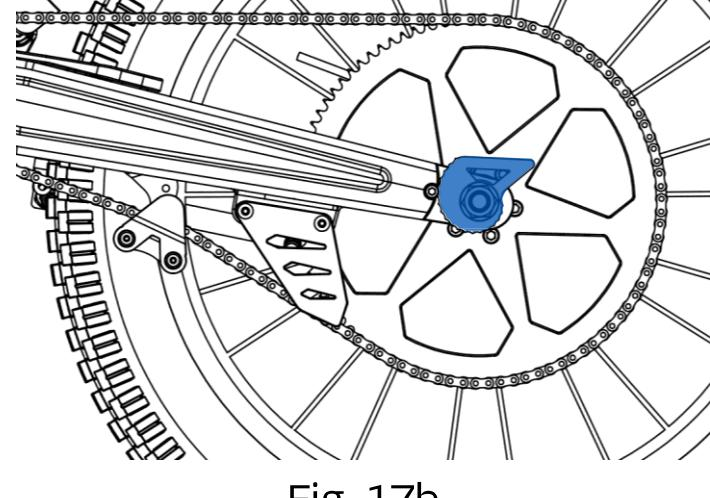

Fig. 17b
- 4- Una vez superada la mitad del recorrido, la excéntrica debe ser girada para adoptar la posición que garantice un ajuste óptimo hasta el límite máximo del recorrido, tal como se observa en la Fig. 17b.